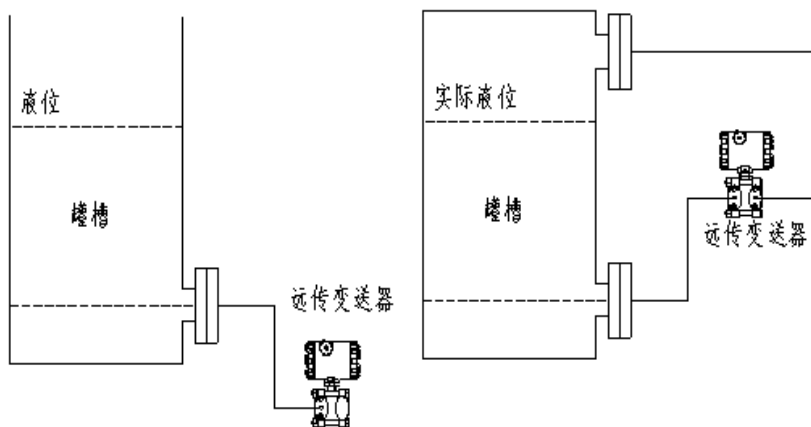

图 7 变送器与法兰安装位置图
- (1) 毛细管长度越短越好；
- (2) 带一个远传法兰的变送器安装时应使变送器低于法兰及过程接头或保持同一水平，带两个远传法兰并安装在不同高度的变送器，如测量一槽罐的液位，应安装在两法兰/过程接头之间的中点或中点以下。变送器与法兰的安装位置见图 7；
- (3) 安装远传法兰和毛细管应避免阳光的直射；
- (4) 如带两个远传法兰应使两者的毛细管长度相等；
- (5) 对变送器不同季节的调整零位。